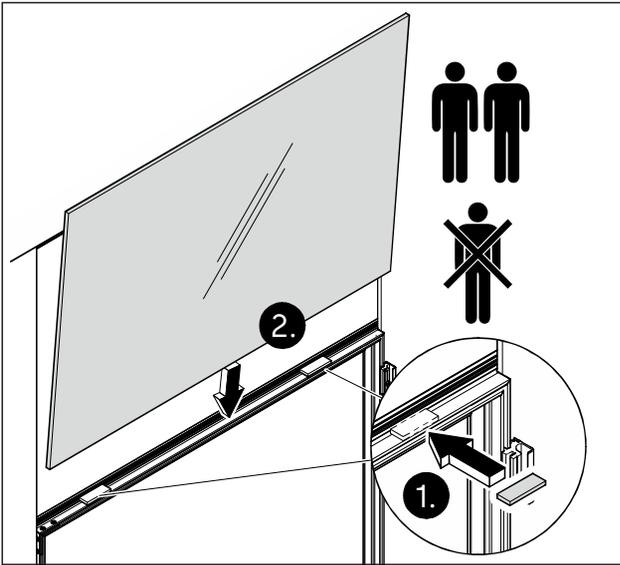

Abb. 35 Das Oberlicht auf die Klotzhölzer stellen
1. Die Klotzhölzer auf dem Grundprofil für die Zarge auf der Bandseite anbringen (Abb. 35).